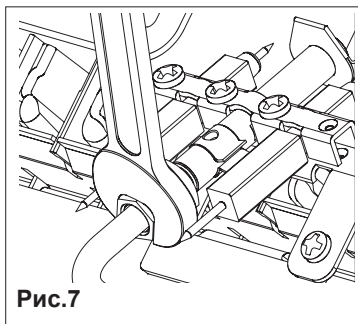

Рис. 7
- отсоединить трубку запальной горелки (рис.7);